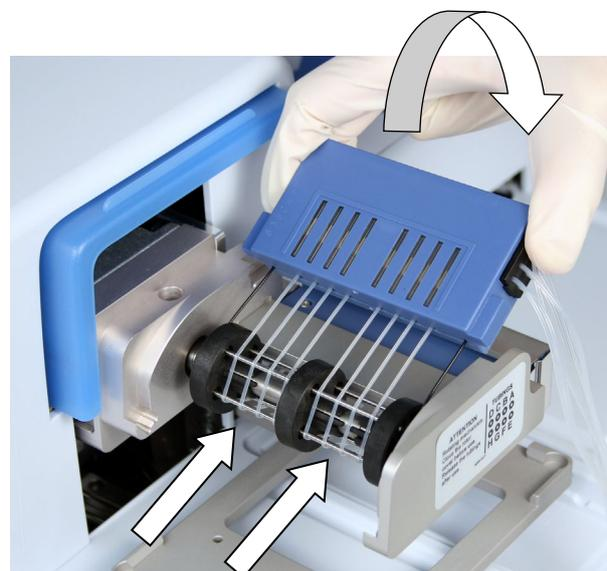

Figura 4-15. Inserimento della parte superiore della cassetta di dispensazione
3. Tenere saldamente la parte superiore della cassetta di dispensazione con la mano destra e tirare con attenzione i tubi intorno al rotore della pompa finché la parte superiore non raggiunge le scanalature della parte superiore del corpo della pompa (Figura 4-15). Inserire nelle scanalature. Tenere saldamente lo strumento con l'altra mano.